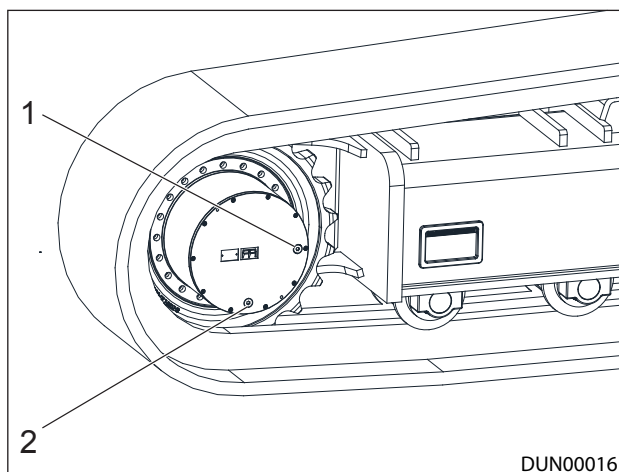

Figure 9.18 - Olie uit de tandwielkast afvoeren
1. Zet de machine op een horizontaal oppervlak en breng de olietul- (1) en -afvoergaten (2) in de positie zoals weergegeven op afb. 9.18.